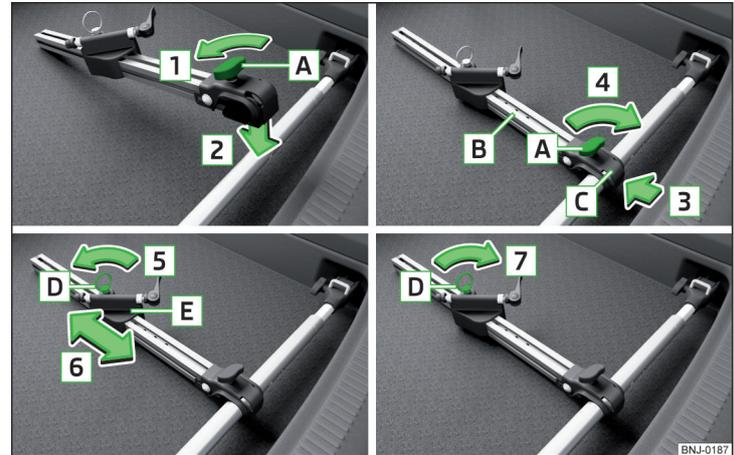

Abb. 103 Fahrradträger einbauen
➤ Die Schraube **A** am Fahrradträger (nachstehend nur als Träger) in Pfeilrichtung **1** lösen » Abb. 103.
- Möchte man zwei Fahrräder transportieren, dann die Schraube **A** » Abb. 103 auf Seite 95 am Träger lösen und den Träger zusammen mit dem befestigten Fahrrad nach links verschieben.
- Die Schraube **A** » Abb. 103 auf Seite 95 am Träger festziehen.
- Falls erforderlich, die Position des verschiebbaren Teils **E** » Abb. 103 auf Seite 95 anpassen.